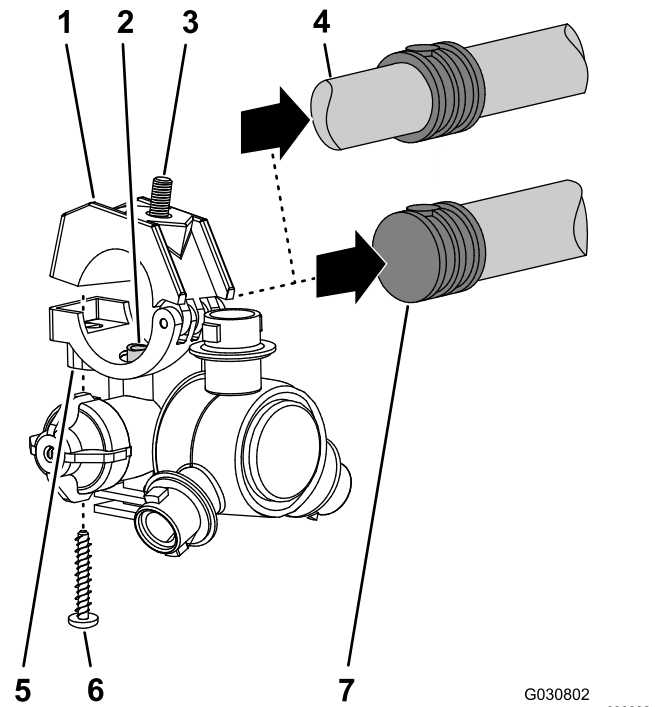

图121
5. 使用在步骤 1 中卸下的 8 个喷嘴拧下将夹具上半部分和双或单宝塔软管柄¾ 英寸固定至各个喷嘴主体的不锈钢螺丝#12 x 1¼ 英寸然后卸下宝塔软管柄图121。